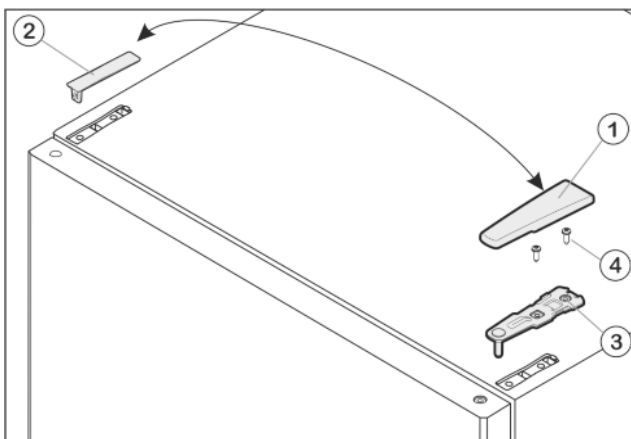

Fig. 8
- ▶ Afdekking Fig. 8 (1) naar voren en boven wegtrekken.
- ▶ Afdekking Fig. 8 (2) eraf nemen.
- ▶ Bovenste lagerbus Fig. 8 (3) losschroeven (2 maal Torx® 25) Fig. 8 (4) en naar boven eraf trekken.
- ▶ Plaats de bovenste lagerbus Fig. 8 (3) aan de nieuwe scharnierkant in de deur.
- ▶ Bovenste lagerbus **goed (met 4 Nm)** vastschroeven (2 maal Torx® 25) Fig. 8 (4). Steek de schroefgaten indien nodig voor of gebruik de accuschroevendraaier.
- ▶ Afdekking Fig. 8 (1) en afdekking Fig. 8 (2) elk op de tegenoverliggende zijde van buiten aanbrengen en vastklikken.